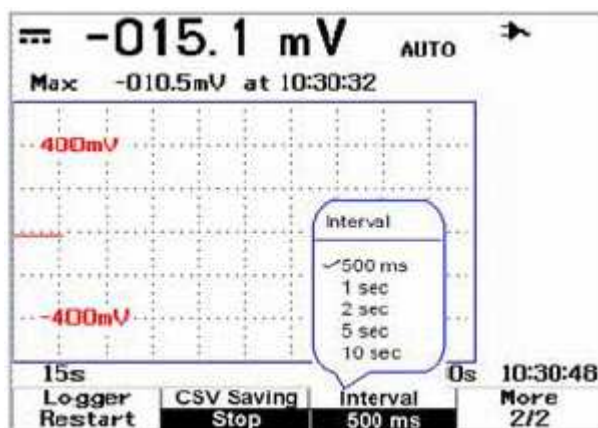

Рис. 5-4 Установка временного интервала
4. Чтобы изменить установку временного интервала, нажимайте функциональную клавишу F3 для перемещения по списку и сделайте выбор (см. рис. 5-4).